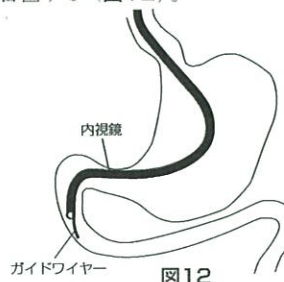

図12
1. 使用方法1の9項までにより(ただし、本使用方法ではガイドワイヤーは予め本品に挿入しない)、本品の挿入準備を行う。次に内視鏡を経口的に十二指腸下行脚まで挿入し、ガイドワイヤーを内視鏡の鉗子孔より挿入して、十二指腸下行脚に留置する (図12)。